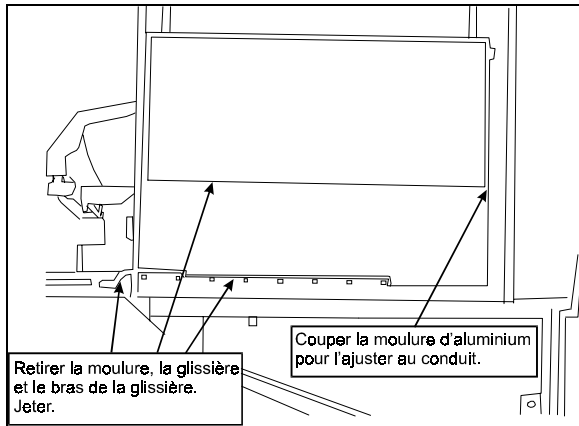

FIGURE 10
1. Retirer la glissière et le bras de la glissière, jeter (voir la figure 10).